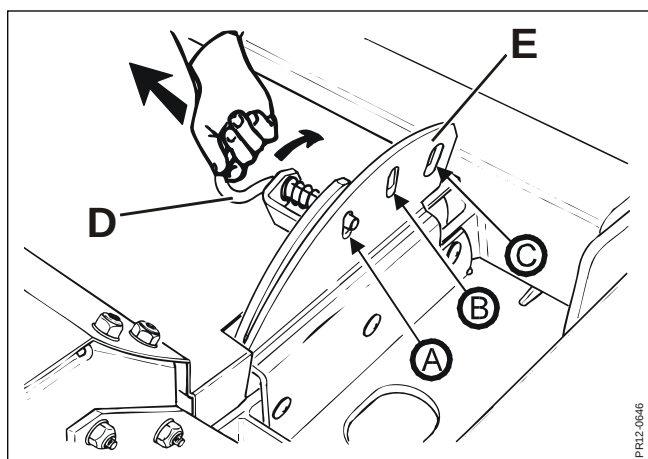

Fig. 3-17
Fig. 3-17 Systemet manövreras med handtaget **D**, vilket kan placeras i 3 positioner på konsolen **E**. Crimperplåtens avstånd till rotern ändras genom att flytta handtaget **D** till ett av de andra hålen på konsolen **E**. Placeras handtaget i pos.(A), blir avståndet mellan crimperplåten och crimperfingrarna litet, i pos. (B) ökar avståndet och i pos. (C) är avståndet stort.